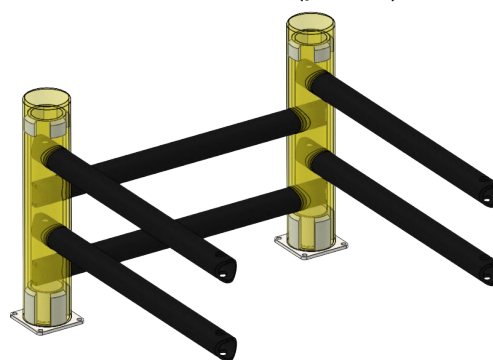

Рисунок 2. Встановлення наступних пар поперечин
2. Вставити поперечини двох секцій до упору в отвори стовпів, що залишилися (рис. 2). Усі отвори поперечин всередині кожного зі стовпів мають бути співвісними.